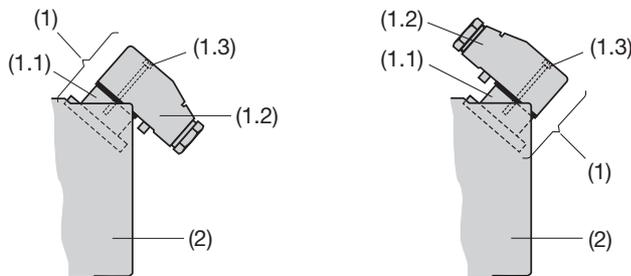

Fig. 4. Partie arrière (2) avec raccord à fiche (1).
La **connexion enfichable** (1) se compose d'une prise (1.1), fixée sur la partie arrière (2) du convertisseur de mesure et d'une fiche mobile (1.2) pour le câble de connexion comprenant un raccord PG 11 et 7 bornes à vis pour des sections de fils de max. 1 mm2. La prise peut être montée pour que le câble de la fiche sorte vers l'arrière (Fig. 4, à gauche) ou vers l'avant (Fig. 4, à droite).